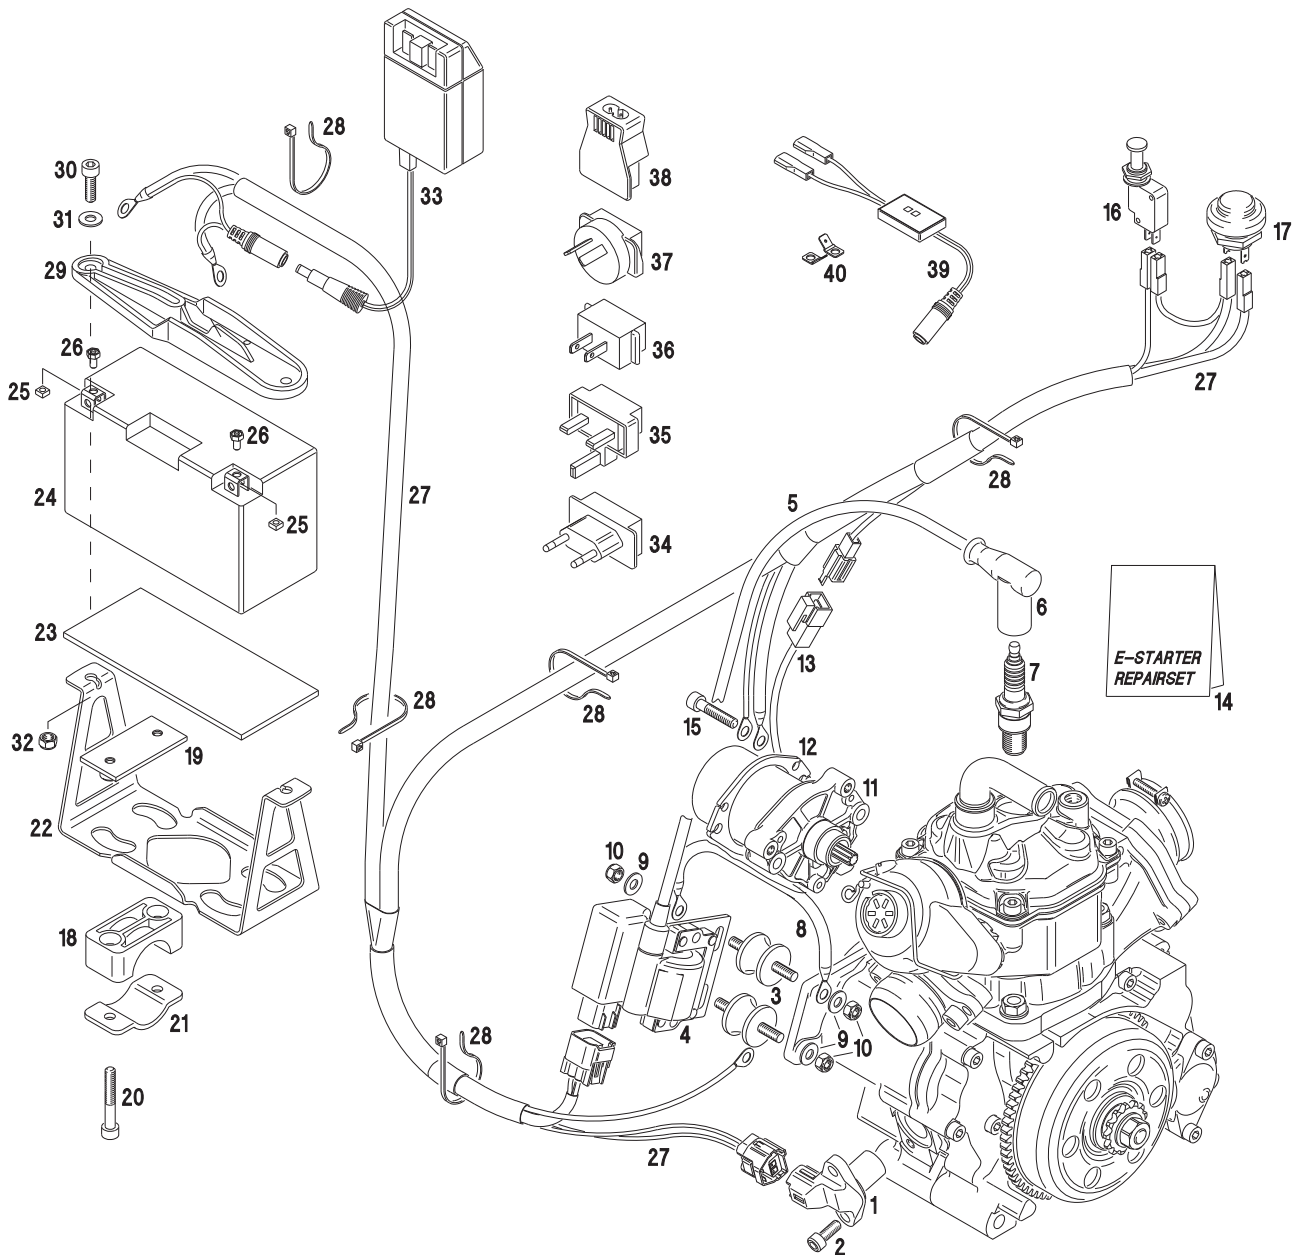

Bild 5
Für eine ausgewogene Gewichtsverteilung wird empfohlen, die Batterie entweder hinter dem Fahrersitz, links neben dem Fahrersitz oder vorne vor dem Kraftstofftank zu montieren. Zur fachgerechten Befestigung der Batterie am Rahmen wird von ROTAX im Zubehörkarton eine entsprechende Halterung für die Batterie mit den Anschlußteilen serienmäßig mitgeliefert (siehe Bild 5, Pos. 20)
➔ Die elektrischen Anschlüsse entsprechend der Illustration (Bild 5) herstellen.
- ➔ Zündspule mit den Befestigungskomponenten (2 x Rundpuffer Pos. 3, 4 x Scheibe Pos. 9 und 4 x Sicherungsmutter Pos. 10) entsprechend der Illustration (siehe Bild 5) am Getriebedeckel befestigen.